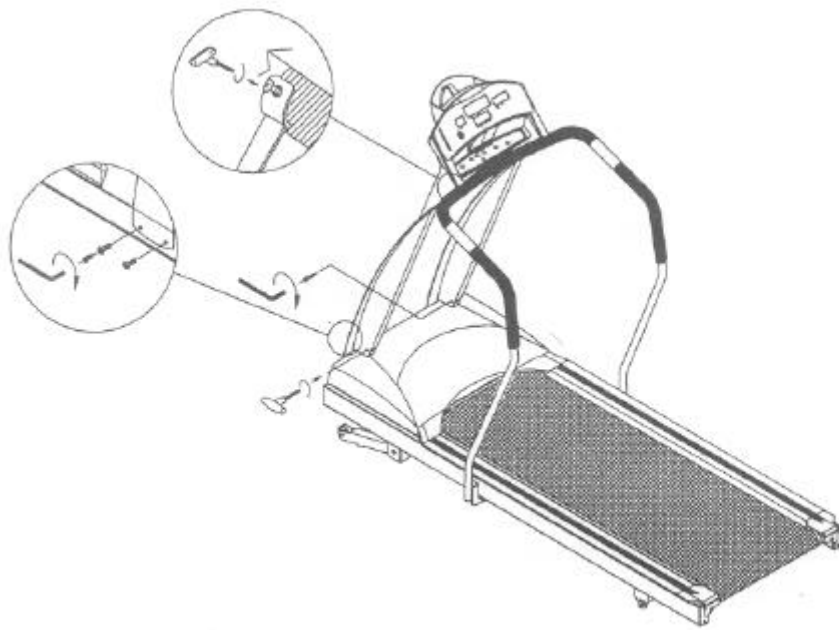

Fig.9
10. Maak nu de schroeven aan de voorkant van de loopband vast. (zie fig. 9)